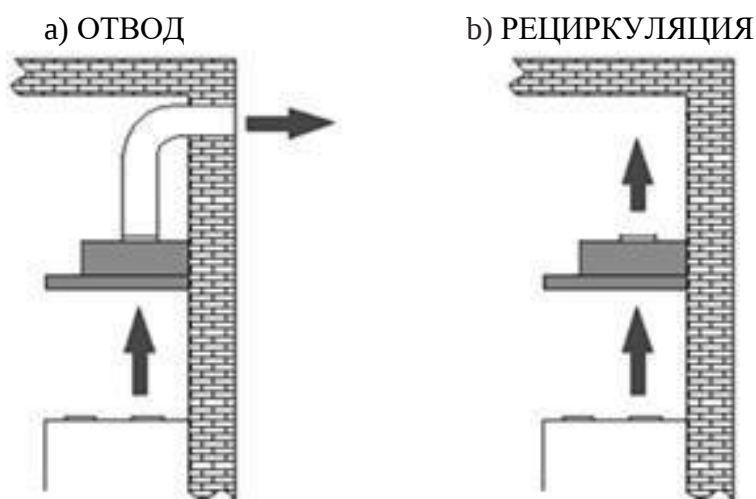

Рис. 8
6. При использовании вытяжки в режиме отвода (рис. 8а), необходимо установить антивозвратный клапан (рис. 6) и воздуховод, отводящий испарения (рис. 7).
1)Отвода (рис. 8а) – воздух удаляется из помещения через соединение вытяжки с вентиляционным каналом жестким пластиковым воздуховодом или гофрированным шлангом диаметром 120 мм. И, таким образом, все кухонные испарения, запахи, гарь и копоть, проходя через многоразовые алюминиевые жирособирающие фильтры, выводятся за пределы помещения. При данном режиме работы нет необходимости устанавливать угольные фильтры. Режим отвода является наиболее эффективным, поскольку вытяжка удаляет все кухонные испарения за пределы кухни в вентиляционную шахту.